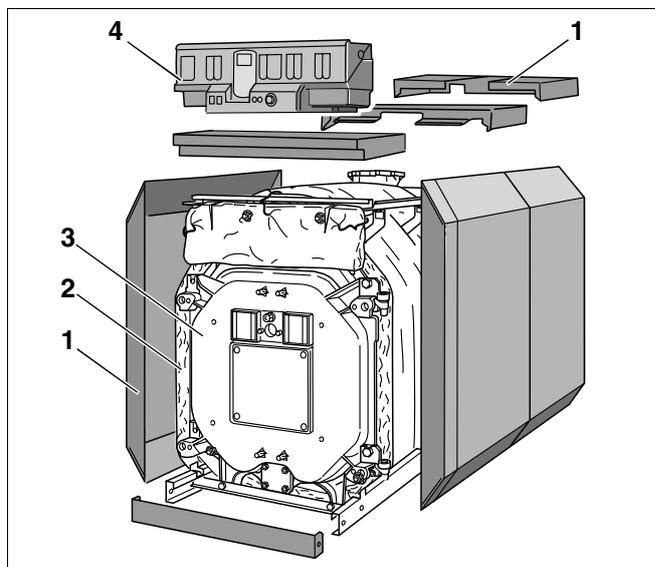
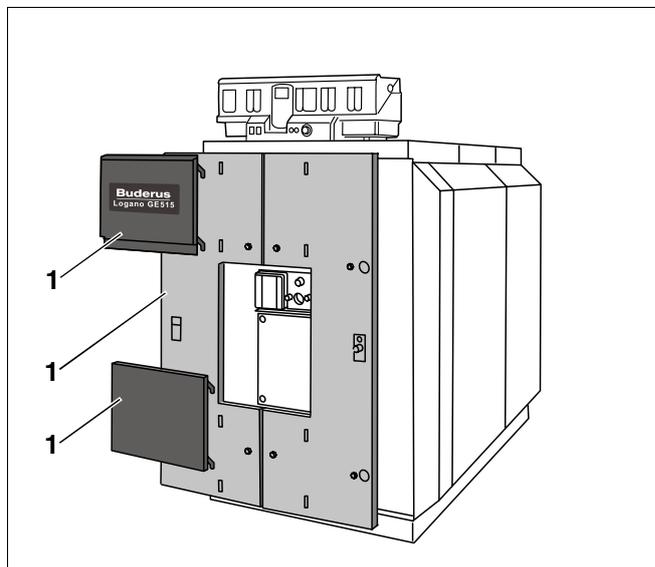

Рис. 1 Специальный отопительный котел Logano GE515 на дизельном и газовом топливе
Рис. 2 Специальный отопительный котел Logano GE515 на дизельном и газовом топливе
- Блок котла (рис. 1, поз. 3).
- Обшивка котла (облицовка рис. 1 и рис. 2, поз. 1), теплоизоляция (рис. 1, поз. 2).
- Система управления (рис. 1, поз. 4).